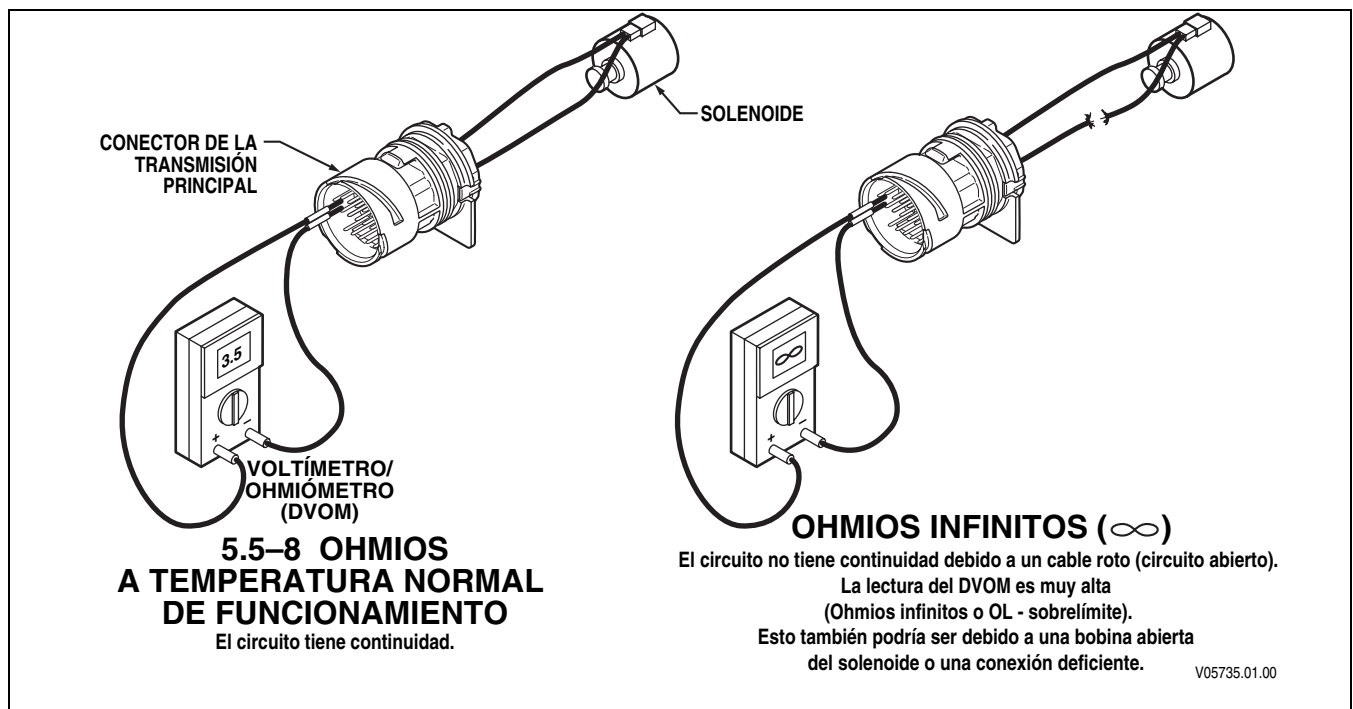
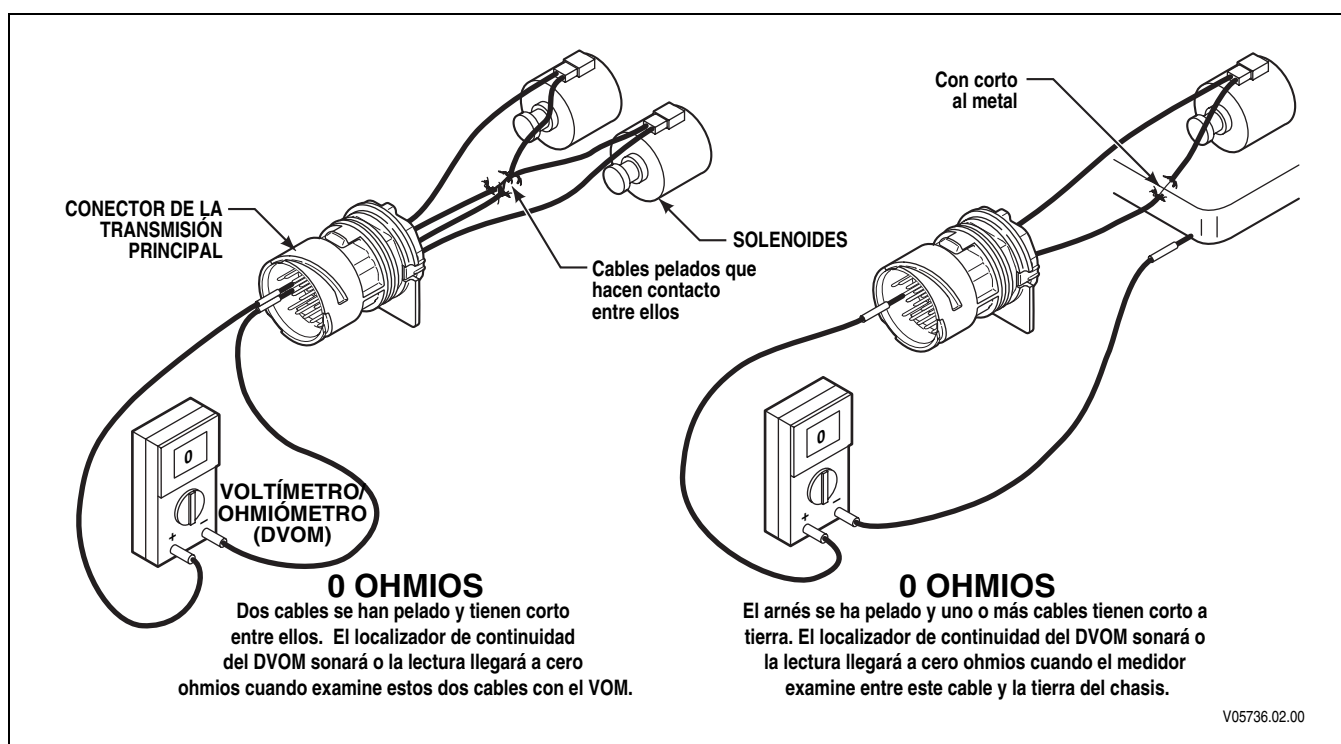

Figura 4-3. Cómo revisar la continuidad (arnés interno)
Figura 4-4. Corto entre cables y a tierra (arnés interno)
3. Si los conectores están limpios y asentados correctamente, determine cuáles cables del arnés se deben revisar. Utilice el diagrama del sistema del código de diagnóstico para ubicar las terminales del cable. Para este ejemplo, el DTC P2727 y P2729 indican un circuito abierto o un corto a tierra en el circuito del PCS1—cables 111 y 155 (consulte la figura 4-3 y la figura 4-4).
- b. Si la comprobación de resistencia es buena, compruebe si el arnés tiene cortos entre cables y a tierra, realizando el siguiente procedimiento (consulte la figura 4-4):
- (1) En el conector de la transmisión, junte una sonda del DVOM con un cable del circuito que está probando y junte la otra sonda con cada terminal en el conector y con la tierra del chasis y la carcasa principal de la transmisión. Realice este procedimiento con ambos cables en el circuito que está revisando.
- (2) Si en algún momento el DVOM muestra resistencia de cero a baja o el localizador de continuidad del medidor suena, significa que hay un corto entre los dos puntos que se están revisando, entre los cables o entre el cable y la conexión a tierra. Una indicación de un corto puede ser ocasionada por un empalme al cable que se está examinando. Compruebe si hay puntos de empalmes en el diagrama de cableado del Apéndice J Si el corto no es un empalme, aíse y repare el cortocircuito.